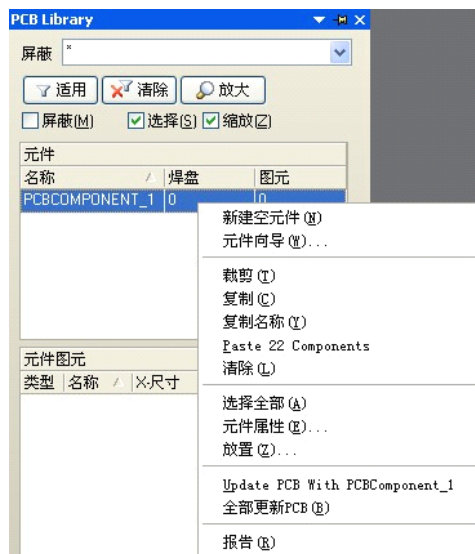

图 5-13-10 【元件向导】菜单命令
(2) 利用向导创建元件封装。在图 5-13-10 中，单击【元件向导】菜单命令或单击【工具】/【新元件】菜单命令，即可利用向导创建元件封装。